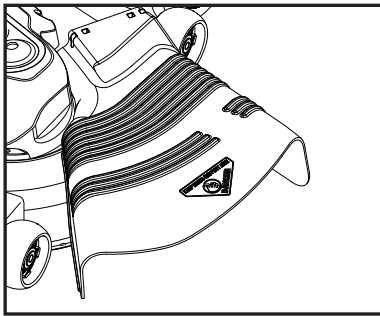

Fig. 10
**ATTENTION:** N'utilisez pas la tondeuse sans le déflecteur ou sans le ramasse-herbe (S) s'il y a lieu. (Voir La Fig. 10)